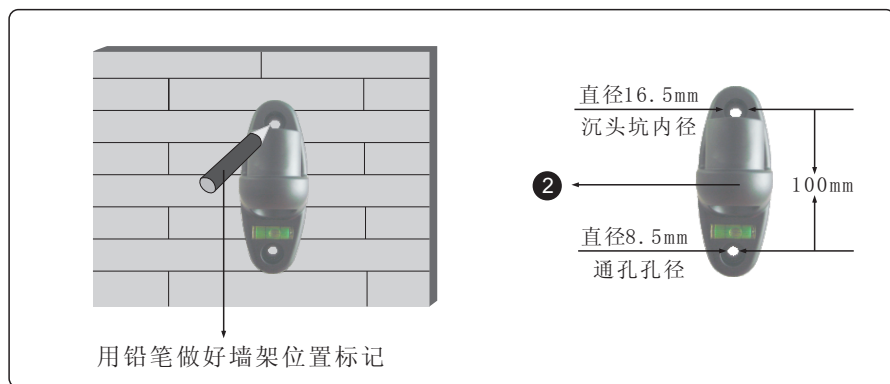

图: 1-8
- 以墙架为样板，确定其安装位置，找好水平，并用铅笔作好标识（如图1-8）。